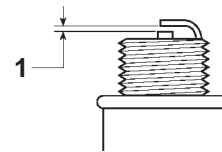

Figure 19
4. Réglez l'écartement des électrodes de la bougie neuve à 0,50 mm (0,020") (Fig. 19).